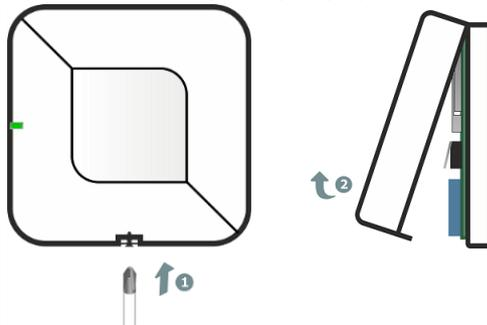

Рисунок 7.1 – Вскрытие корпуса модуля
- С помощью индикации на модуле. Для этого вскройте корпус модуля (см. рисунок 7.1) и дважды нажмите на кнопку тампера (3, рисунок 2.1). Посмотрите на индикатор модуля. Соответствие уровня связи и индикации представлено в таблице 10.1.